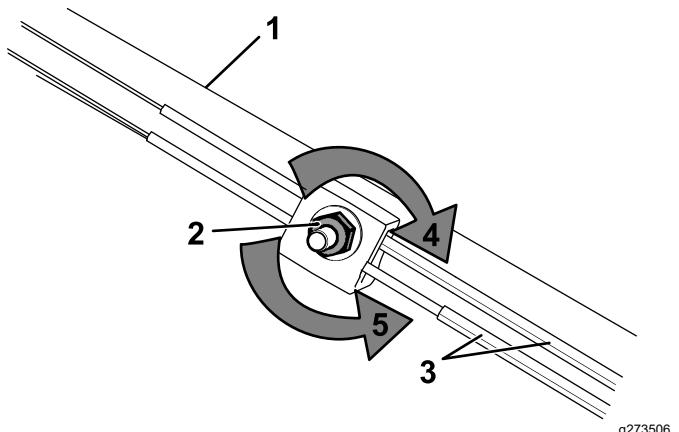

Figura 29
2. Ajuste la tensión de los cables (Figura 29) tirando de ellos hacia atrás o empujándolos hacia adelante, y manténgalos en esa posición.
1. Gire la tuerca de ajuste en sentido antihorario para aflojar el ajuste de los cables (Figura 29).